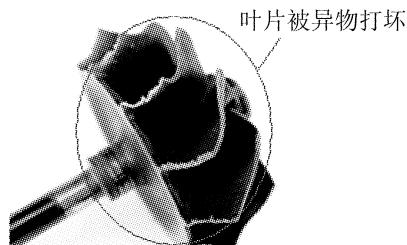

图 2 被异物损坏的涡轮叶轮
(2) 由于发动机零部件损坏脱落或排气管中的积炭、杂质造成异物进入涡轮端，将涡轮叶轮叶片打坏，见图 2。